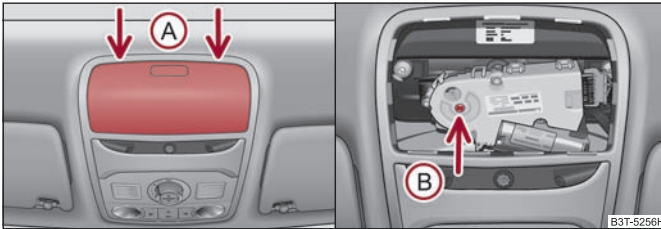

Fig. 45 Imagine din plafon: Puncte de amplasare a șurubelniței/ Acționarea în caz de urgență
- Așezați o șurubelniță cu capătul plat în partea din spate a capacului mecanismului electric (A) ⇒ fig. 45.
- Introduceți o cheie hexagonală nr. 4, până la limită, în orificiu (B), și închideți sau deschideți trapa panoramică.